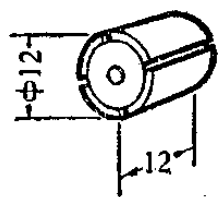

图 11-17
3. 整流器的制作方法：找一根直径約 10 毫米粗的毛笔杆或鉛笔，截取 12 毫米长一段。用較厚的銅皮，剪下寬 12 毫米一条，放在笔杆上弯成圓形，取下来四等分剪断，成为同样大小的四片圓弧形的整流片。然后在笔杆上裹上两层薄紙，用胶水胶牢。将四片整流片包在紙的外面，每片之間不能相碰，让它們保持 1 毫米左右的距离。整流片的两端，用尼龙綫或棉綫扎牢，扎得越紧越好，整个整流器就做好了，如图 11-17。